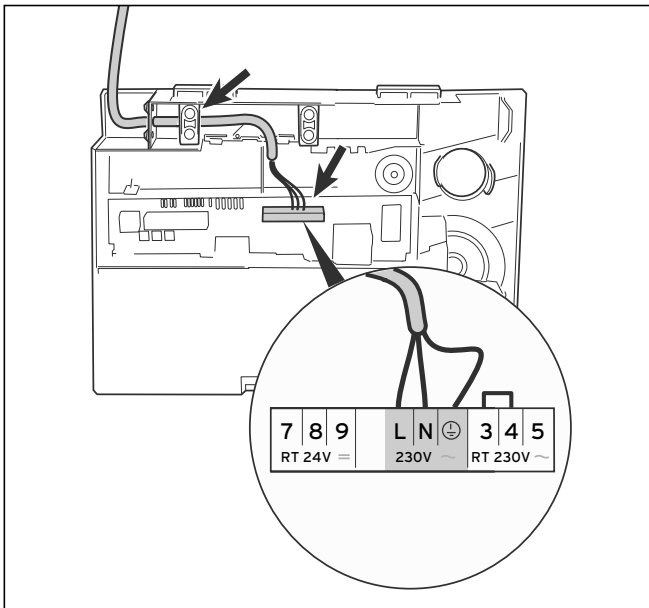

Рис. 5.11 Подключение сетевого кабеля
- Проложите сетевую подводящую линию к уровню подключений в распределительной коробке, как показано на рис. 5.11.
- Подключите сетевую подводящую линию к предусмотренным для этого клеммам (⊕, N и L системы ProE (см. рис. 5.11)).